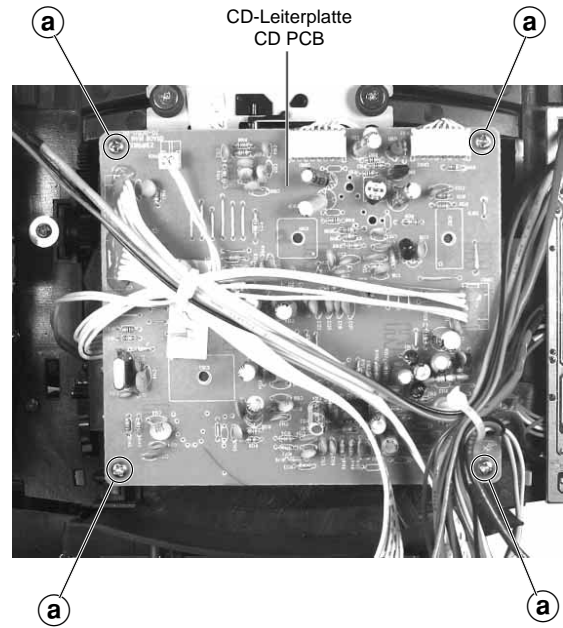

Fig. 8
- 4 Schrauben **a** (Fig. 8) herausdrehen.
- Undo 4 screws **a** (Fig. 8).